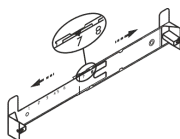

рис. 5
6.2 Крепление кронштейна к стене (рис. 5, 6):
- прежде чем прикрепить кронштейн к стене, необходимо выставить его на нужный размер рис. 5 (равный ширине верхней фальштрубы), для этого увеличьте размер кронштейна (если это необходимо), раздвинув его, и установите фиксатор напротив цифры 7 (см. рис. 5);